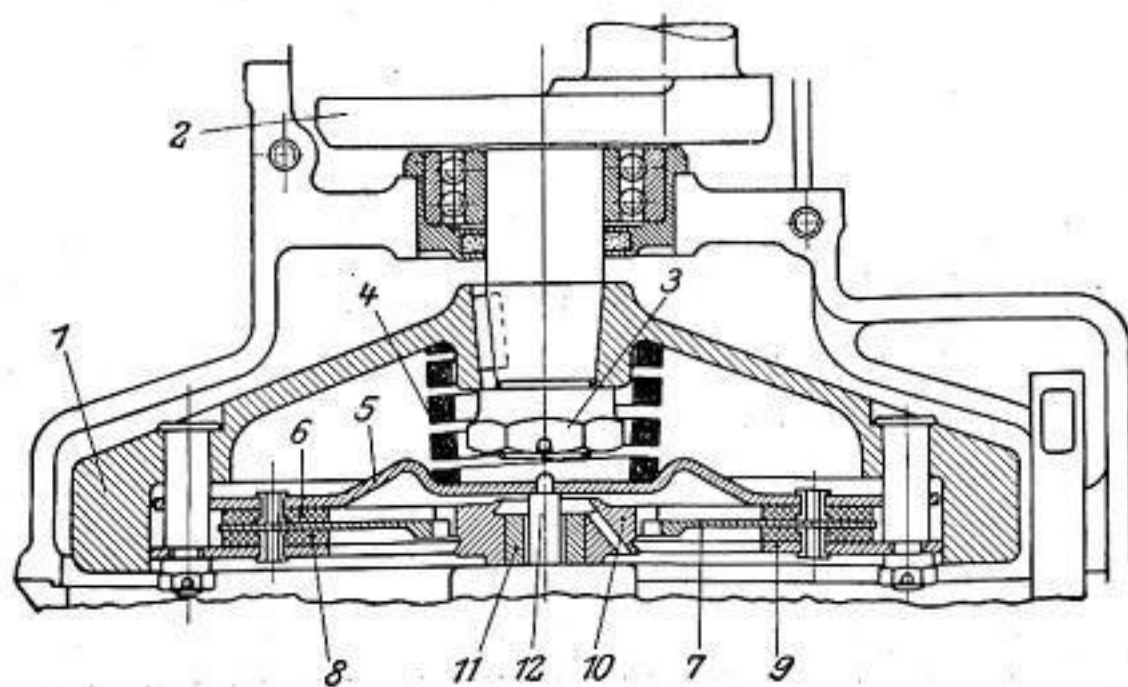

Abb. 10
9. Kupplung: Als Kupplung dient eine in Abb. 10 im Schnitt gezeigte Einscheibenkupplung. Der treibende Teil ist das Schwungrad **1**, das auf dem Konus der Kurbelwelle **2** aufgekeilt und durch Mutter **3** gesichert ist. Eine auf der Nabe des Schwungrades sitzende Druckfeder **4** liegt mit ihrem anderen Ende in der Vertiefung eines Drucktellers **5** und preßt diesen mit einem normalerweise aus Ferodo bestehenden Friktionsbelag **6** gegen eine Zwischenscheibe **7**. Hierdurch wird letztere gegen den Belag **8** der nicht verschiebbaren Schlußscheibe **9** gepreßt und beim Laufen des Motors mitgenommen. Die Zwischenscheibe **7**, die auf der Kupplungsklaue **10** sitzt, überträgt somit die Drehung auf die Hauptwelle **11** des Getriebes.